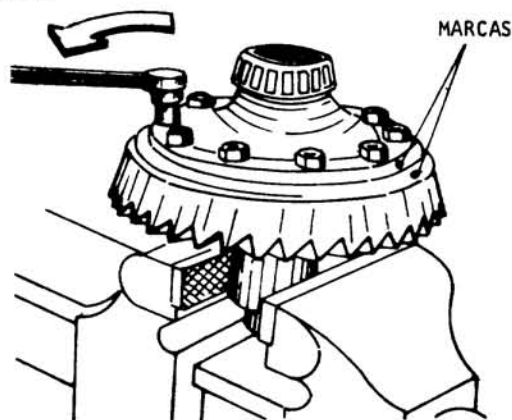

Fig. 1
- c Saque los tornillos de la corona (fig. 1). Proceda a destensionar los tornillos en forma gradual y alternada.